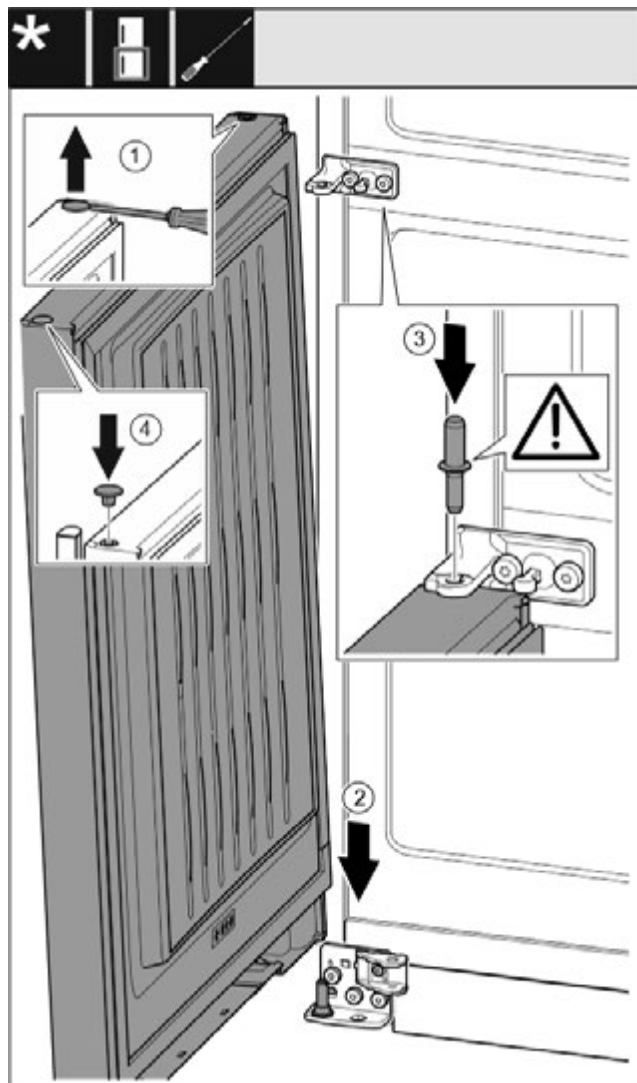

Fig. 32
- ▶ За допомогою шліцевої викрутки обережно підніміть пробку та витягніть її. Fig. 32 (1)
- ▶ Встановіть дверцятя зверху на нижній опорний гвинт. Fig. 32 (2)
- ▶ Середній опорний гвинт встановіть в нижні дверцятя через середній опорний кронштейн. При цьому виступ фіксатора повинен бути спрямований назад. Fig. 32 (3)
- ▶ Знову вставте пробку з іншого боку дверцят. Fig. 32 (4)